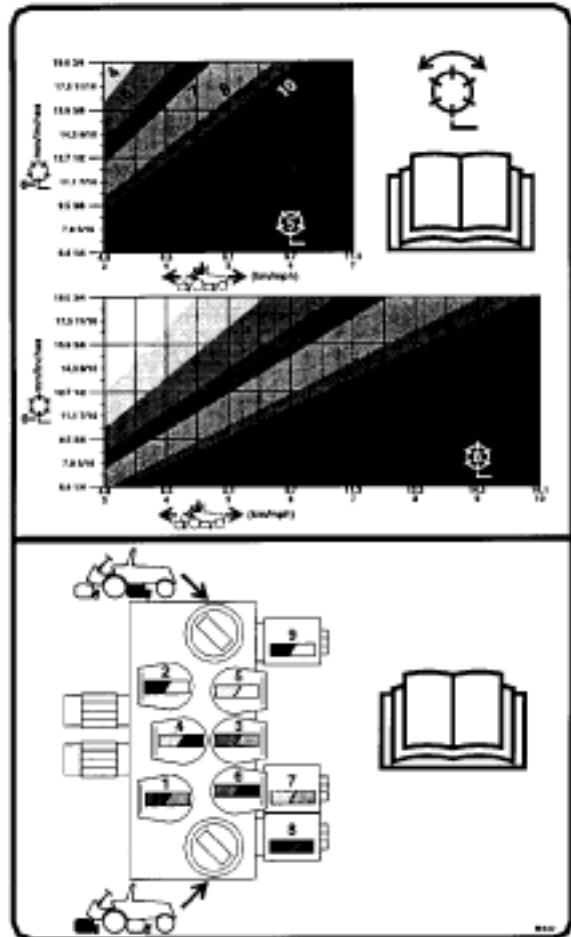

図 30
3. 図30の表から、上の条件に最も合ったリール速度番号を探す。5枚刃用と8枚刃用のグラフを間違えないように注意する。